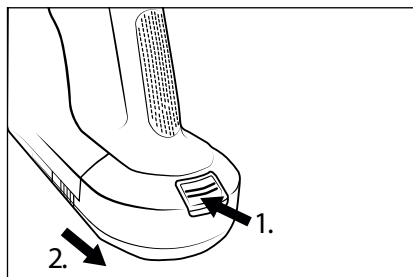

Fig. 13
- ◆ Pour retirer la batterie **2** de l'appareil, maintenez la touche de déverrouillage de la batterie **1** enfoncée et retirez la batterie **2** de l'appareil (voir fig. 13).